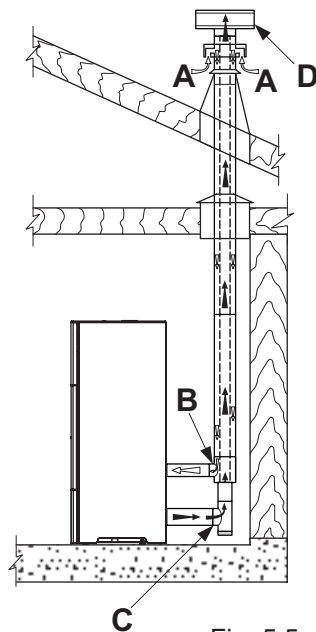

Fig. 5.5
- de canaliser l'air comburant en utilisant un tube d'évacuation coaxial pour l'expulsion des fumées et le prélèvement de l'air ; par conséquent, il n'est pas nécessaire de pratiquer une prise d'air classique dans la pièce (fig. 5.5 A, B=Entrée d'air C,D=Évacuation des fumées) ;
un tube coaxial spécifique permettant aussi bien l'expulsion des fumées que la canalisation de l'air comburant provenant de l'extérieur (fig. 5.5 A,B=entrée air C,D=sortie fumée).